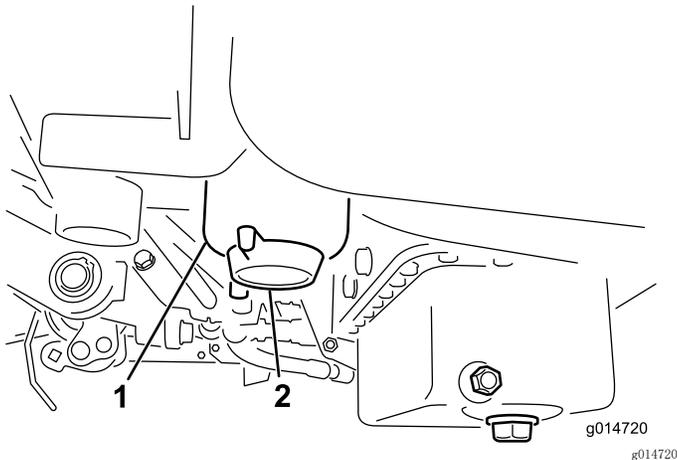

图34
2. 清洁滤清器过滤筒的安装区域（图34）。
4. 打开滤清器排油塞（图34）。